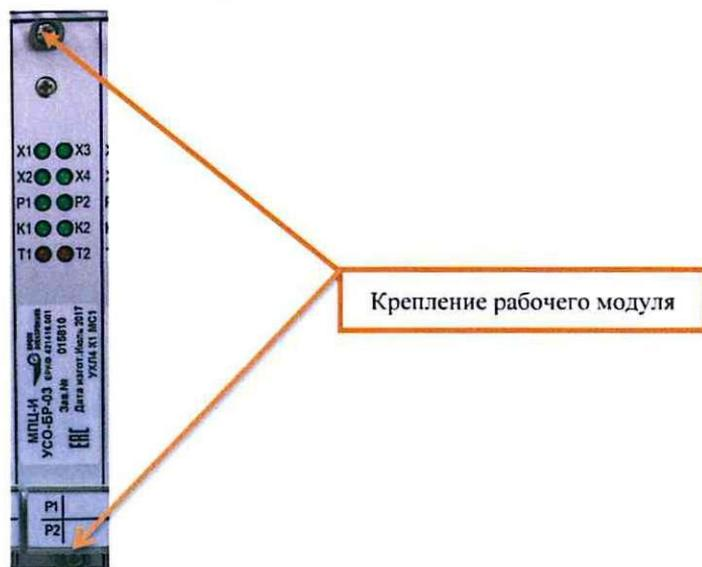

Рисунок 6. Крепление рабочего модуля.
7.2.3 Отвернуть с помощью крестовой отвертки два невыпадающих винта в нижней и верхней части лицевой панели модуля (Рисунок 6).